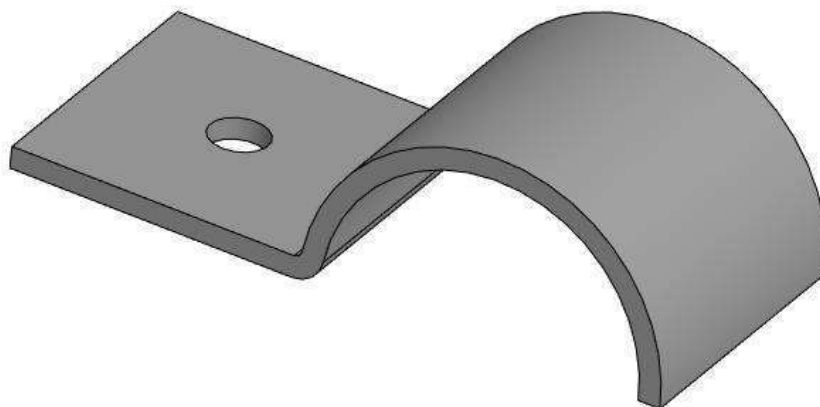

Рис. 1. Хомут для труб
1. По указанным данным, изготовьте хомут для труб (Рис. 1, чертеж).